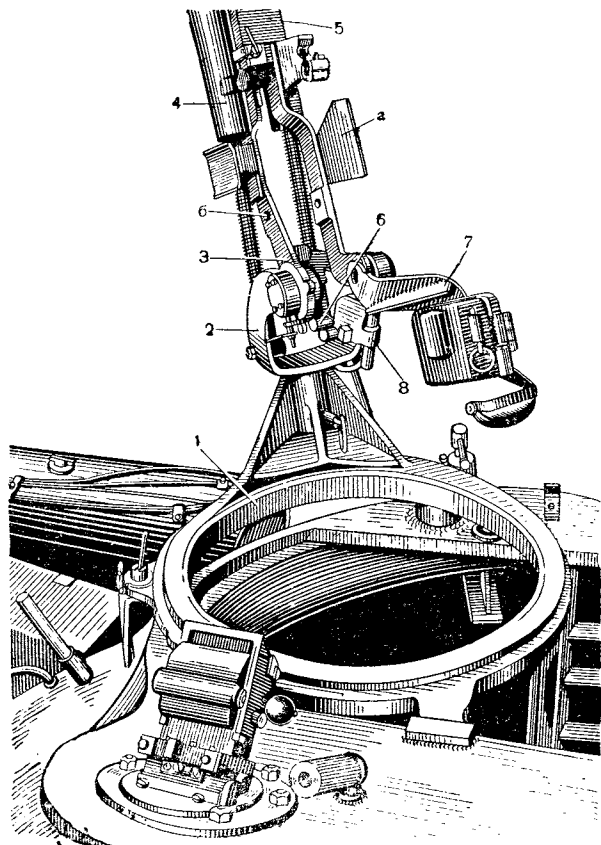

**Рис. 83.** Зенитная установка пулемета ДШК:
Зенитная установка (рис. 83) танка предназначается для стрельбы по воздушным целям. В отдельных случаях она может быть использована для стрельбы по наземным целям.
Станок монтируется на цапфе 32 (рис. 83), приваренной к правой стороне заднего листа 34 крыши башни.
Турель состоит из нижнего погона 31 (рис. 83), установленного на цапфе 32, верхнего погона 30 с кронштейном для пяты 25 вилки 24, стопорным винтом 27, стопором 39 и фиксатором 26, а также шариков, установленных между беговыми дорожками верхнего и нижнего погона.
менно вилка служит опорой штокам 43 поршней 46 уравнивающего механизма. К правой стороне вилки приварена втулка 8 (рис. 84) для укладки рукоятки перезарядки пулемета. На пяте вилки имеется круговая выточка для стопорного винта 39 (рис. 83).
**Люлька** цапфами соединяется с вилкой и может вращаться в вертикальной плоскости от  $-4$  до  $+85^\circ$ . С правой стороны люльки, сзади, приварен кронштейн 7 (рис. 84), на котором укреплен коллиматорный прицел 16 (рис. 83). С левой стороны к люльке болтами прикреплен кронштейн 42 крепления магазин-коробки, имеющий защелку, предохраняющую магазин-коробку от выпадения во время стрельбы и при движении танка.
**Уравнивающий механизм** состоит из двух труб 49 (рис. 83), двух больших и двух малых уравнивающих пружин 47 и 44 и двух поршней 46 со штоками 43.
2. Оттянуть за кольцо и повернуть фиксатор 26 (рис. 83) пяти вилки так, чтобы цилиндрический штифт фиксатора расположился против продольных вырезов во втулке фиксатора.
2. Застопорить стопорным винтом 27 (рис. 83) верхний погон и тормозом качающуюся часть установки.